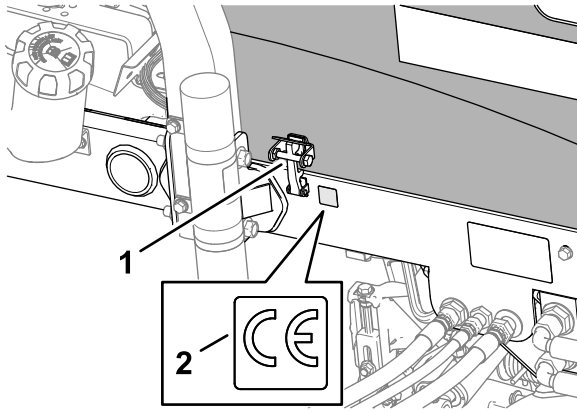

図 22
3. 機体左側フレームのフードロック付近をアルコールできれいに拭いて乾燥させる図 22。
4. CE デカル P/N 133-8095 の裏紙をはがし、図 22のようにフレームに貼り付ける。